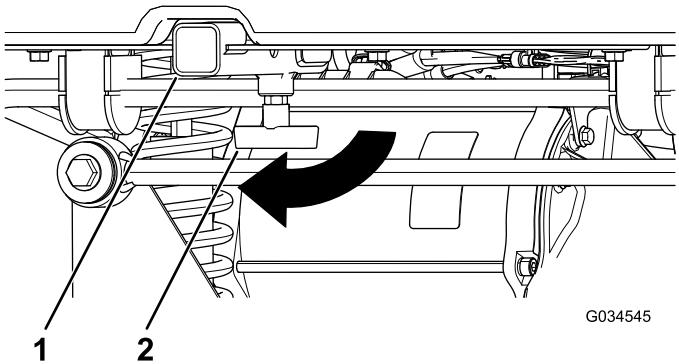

Figura 17
1. Allentate la maniglia a T ruotandola in senso orario (Figura 17).
2. Inserite l'accessorio nel ricevitore in modo che i fori siano allineati (Figura 17).